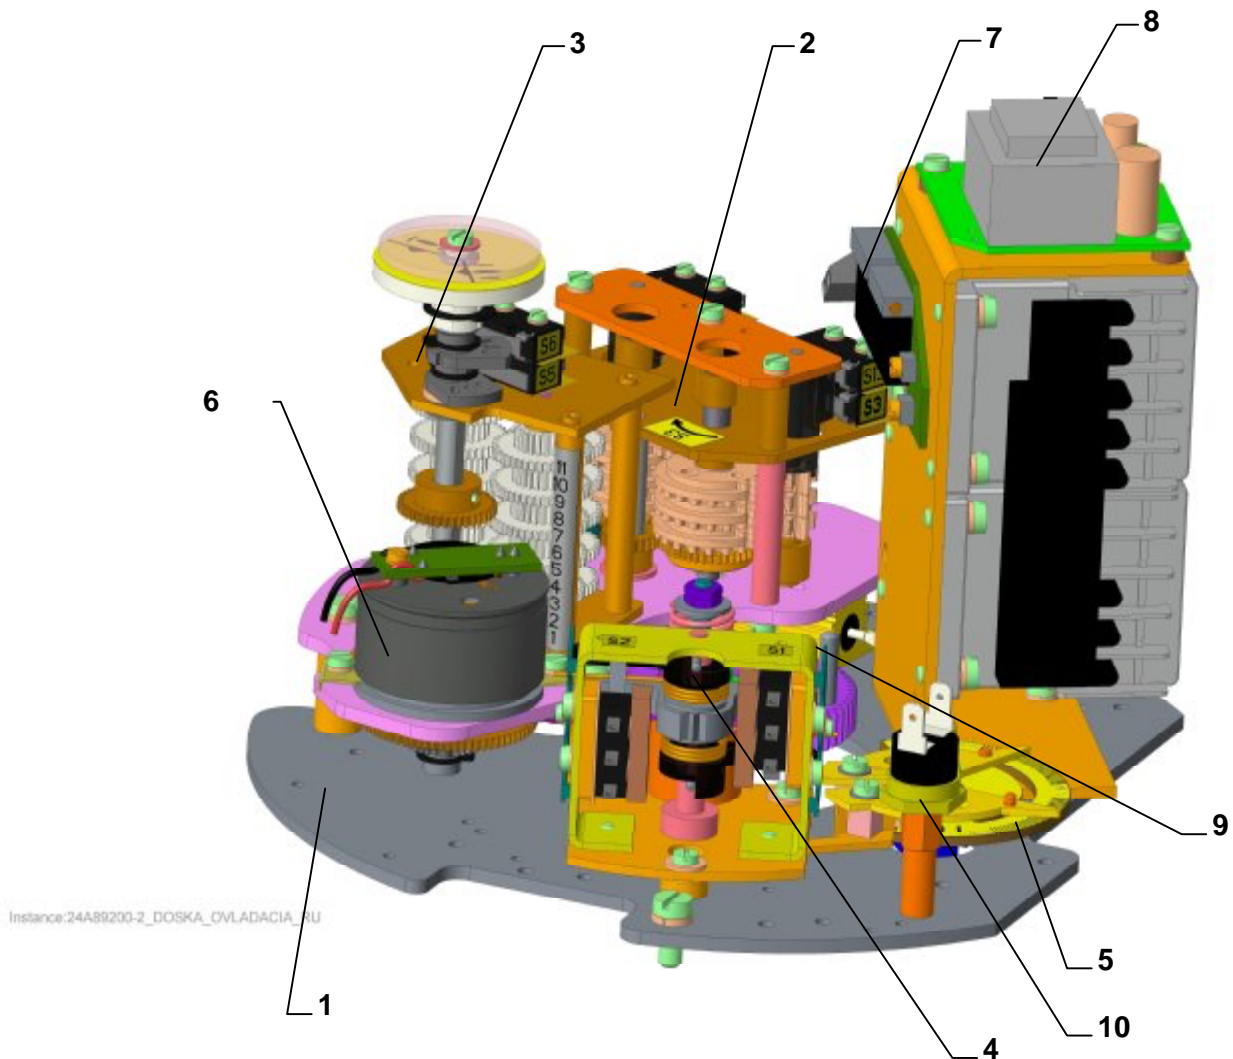

Рис. 3 – МО 3-Ex – МО 3.5-Ex
Модуль помещен в верхней части ЭП и создает самостоятельное функциональное целое. Верхнюю часть образует кожух шкафа управления с отверстием показателя положения. Нижняя часть коробки управления заключает шкаф силовой передачи и создает несущую часть передачи для управляющей плиты (1) (рис.3 - 3с), которая содержит :
- блок положения (2) (рис.3,3а,3с)
- блок сигнализации с передаточным звеном и показателем положения (3) (рис.3,3а,3с)
- блок моментного выключения (4) (рис.3 - 3с) с моментным ключом (5) (рис.3,3а,3с)
- блок датчика (6) с электронным датчиком положения (7) и с источником (8) (для спецификации ЭП) (рис.3,3а,3с)
- отопительный элемент (9) с термическим выключателем (10) (рис.3,3а,3с)
Рис. 3а –МО 4-Ex
Рис. 3б –МО 4-Ex
Блок положения (2, рис. 3,3а,3с)
Блок сигнализации с передаточным звеном и показателем положения (3) (рис.3,3а,3с)
Блок датчика (6) с электронным датчиком положения (7) и с источником (8) (для спецификации ЭП) (рис.3,3а,3с) (по спецификации)
Отопительный элемент (9) с термическим выключателем (10) (рис.3,3а,3с)
ЭП оснащен нагревательным сопротивлением (16) с встроенным термическим выключателем (10) (рис.3,3а,3с) с полной мощностью по ст. 2.2. Служит для предотвращения конденсации водяного пара и безошибочной функции встроенных электрических управляющих частей ЭП, в случае низких рабочих температур.